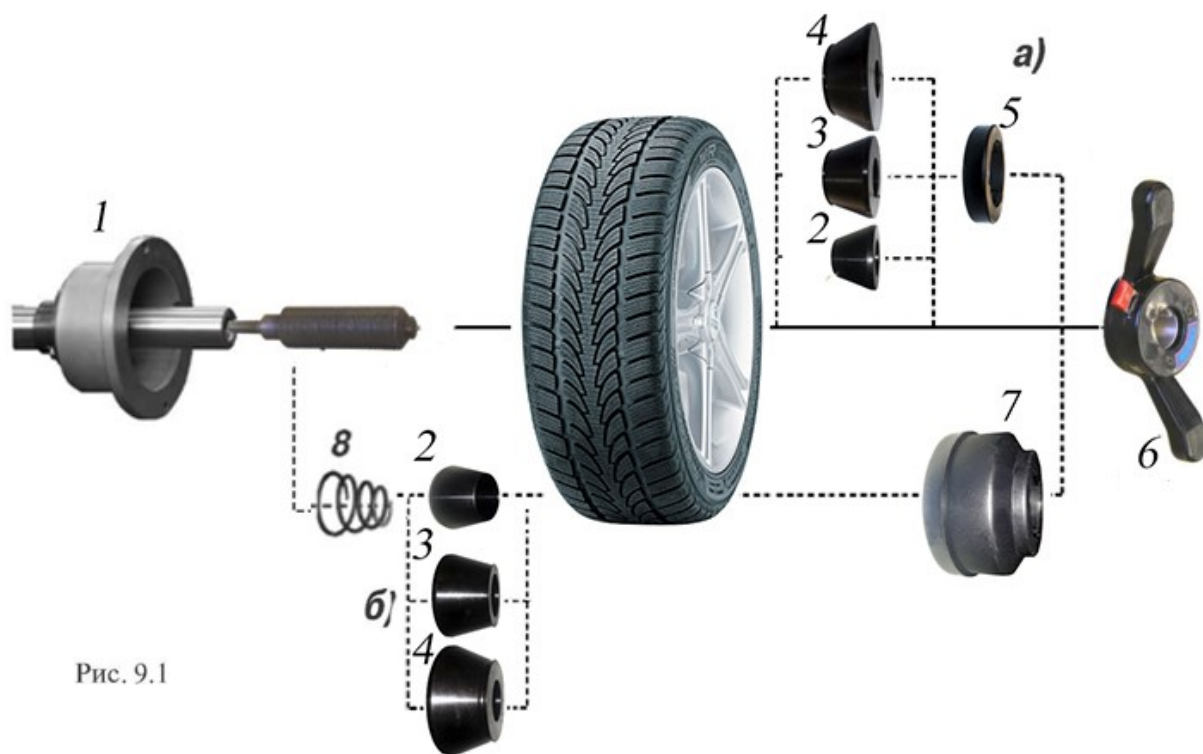

Рис. 9.1
9.2. Балансируемое колесо закрепляется на валу СБ за центральное отверстие обода с помощью конусов и быстросъёмной гайки с раздвижными резьбовыми сухарями. В зависимости от конфигурации обода конус может быть установлен как с внешней стороны обода (вариант "а"), так и с внутренней (вариант "б") (см. рис. 9.1)
9.5. СБ оборудован педалью для ускорения установки колеса по (варианту «б») (см. рис. 9.1) Установите колесо на конус, установите быстросъемную гайку, нажмите два раза педаль, удерживая колесо и быстросъемную гайку. Вал СБ начнет вращаться, зажимая колесо, когда колесо будет зажато вращение вала остановиться. Окончательно затяните колесо быстросъемной гайкой вручную.